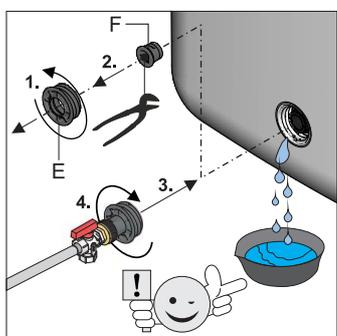

Fig. 5-5 Passaggi di lavoro 4 + 5
5. Dal raccordo di riempimento e svuotamento svitare il pezzo filettato (fig. 5-5, pos. E), rimuovere il tappo di chiusura (fig. 5-5, pos. F) e riavvitare immediatamente il pezzo di raccordo tubo premontato (fig. 5-5, pos. C) nel raccordo di riempimento e svuotamento.